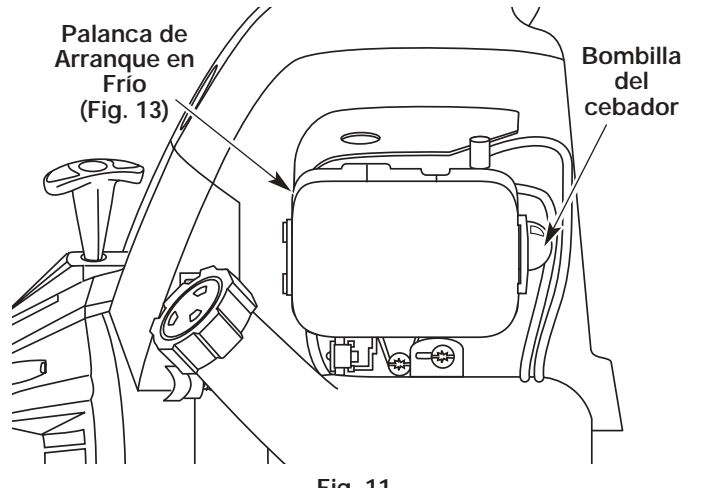

Fig. 11
4. Oprima y suelte por completo la bombilla del cebador lentamente de 10 veces. El combustible debe estar visible en la bombilla (Fig. 11). Si el combustible no está visible, oprima tres (3) veces más o hasta que lo vea.